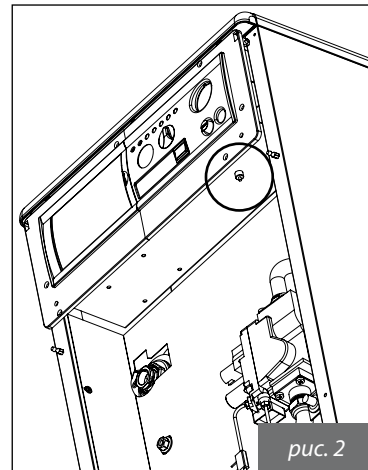

рис. 2
- нажать кнопку, расположенную на термостате, контролирующем надлежащую вытяжку дымовых газов (рис. 2);